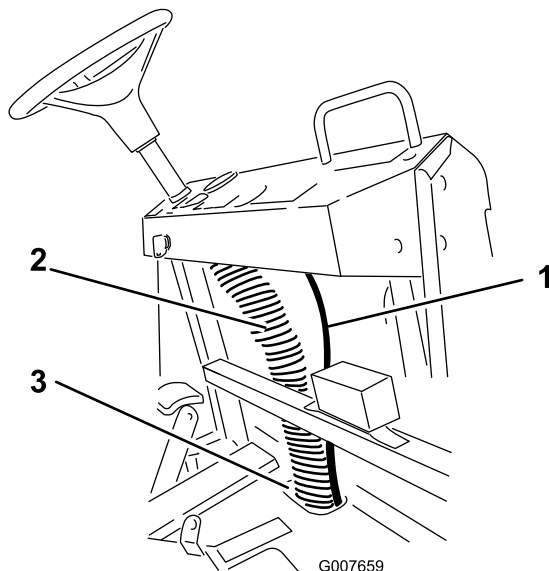

Рисунок 11
4. Протяните шланг вверх за правую сторону приборной панели (Рисунок 11).
5. Прикрепите шланг к стойке имеющейся проводки (Рисунок 11).